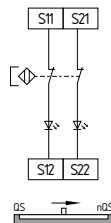

Fig. 18
**Commande à deux canaux d'interrupteurs magnétiques de sécurité selon IEC 60947-5-3 (Fig. 18)**